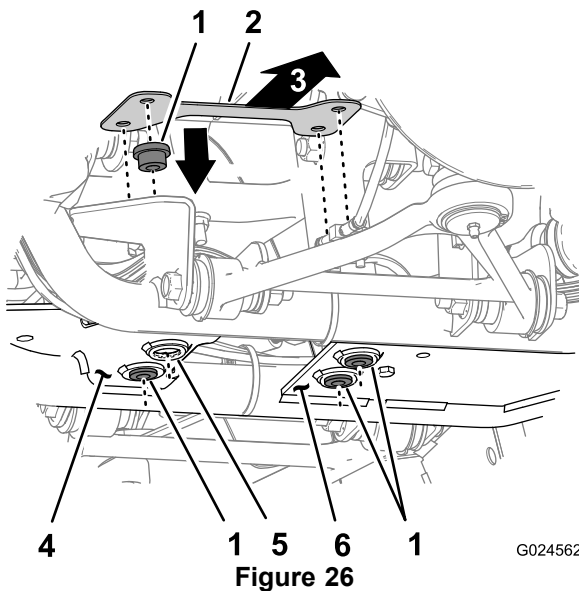

Figure 26
1. Insérez les 4 isolateurs dans les trous des plaques-supports de différentiel avant et arrière (Figure 26).
2. Placez une plaque de montage au sommet des isolateurs en face de la sangle qui relie deux séries de trous dans la plaque vers le côté passager du véhicule (Figure 26).